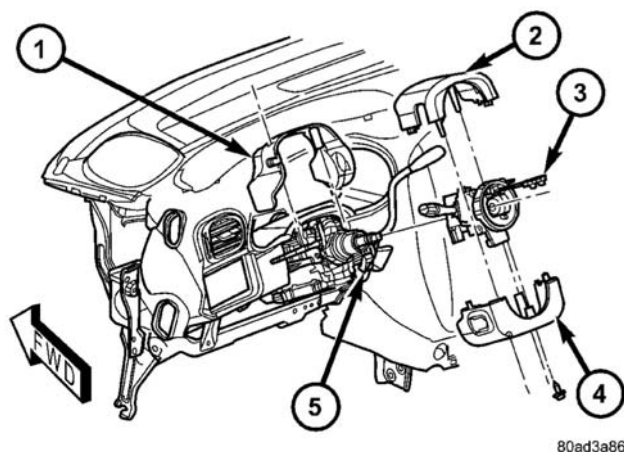

图 35 上下护罩
- (1) 拆卸下护罩上的三个螺钉。
- (2) 打开并拆卸下护罩。
- (3) 从转向管柱上卸下上护罩。（图 35）
- (1) 将上护罩安装至转向管柱上。
- (2) 把下护罩扣压至上护罩上。
- (3) 安装并固定三个固定螺钉。拧紧螺钉至 11 N.m (100 in.lbs.)。（图 35）